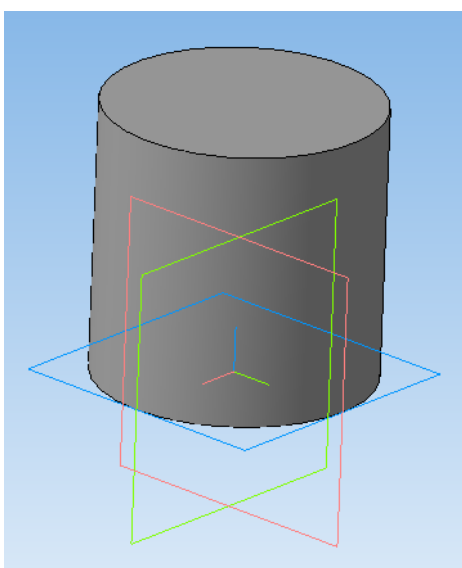

Рис. 22
1. Пусть у нас уже есть заготовка в виде цилиндра (рис. 22).